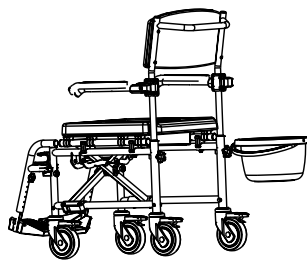

Fig.18
- Introduza o balde pela parte de trás da cadeira, fazendo-o deslizar nas guias (fig.18).